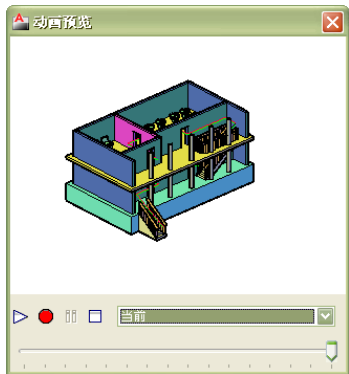

图 15-19 “动画预览”对话框
5) 在录制过程中或录制暂停后,如果需要查看录制内容以验证动画是否符合演示需求,单击“播放动画”按钮,将打开“动画预览”对话框(如图 15-19 所示)可在该对话框中预览已录制的动画。
6) “预览”按钮：单击该按钮，“动画预览”对话框（如图 15-19 所示）打开，并显示